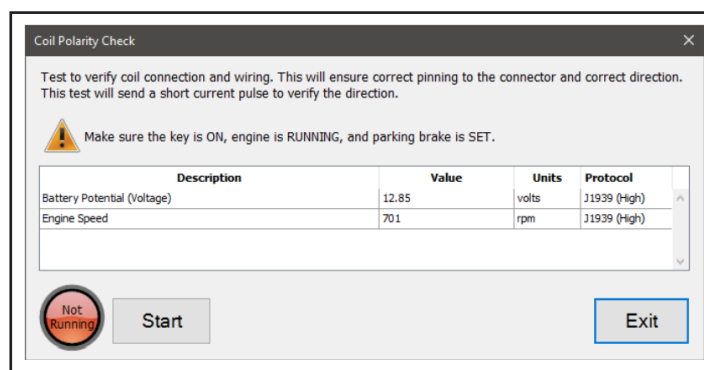

Figure 1 – Test de coupe en pression
1. Sélectionnez *Test de coupe en pression* et appuyez sur *Entrer* ou sur l'icône *Démarrer*. La boîte de dialogue du test s'affiche. Voir la Figure 1.